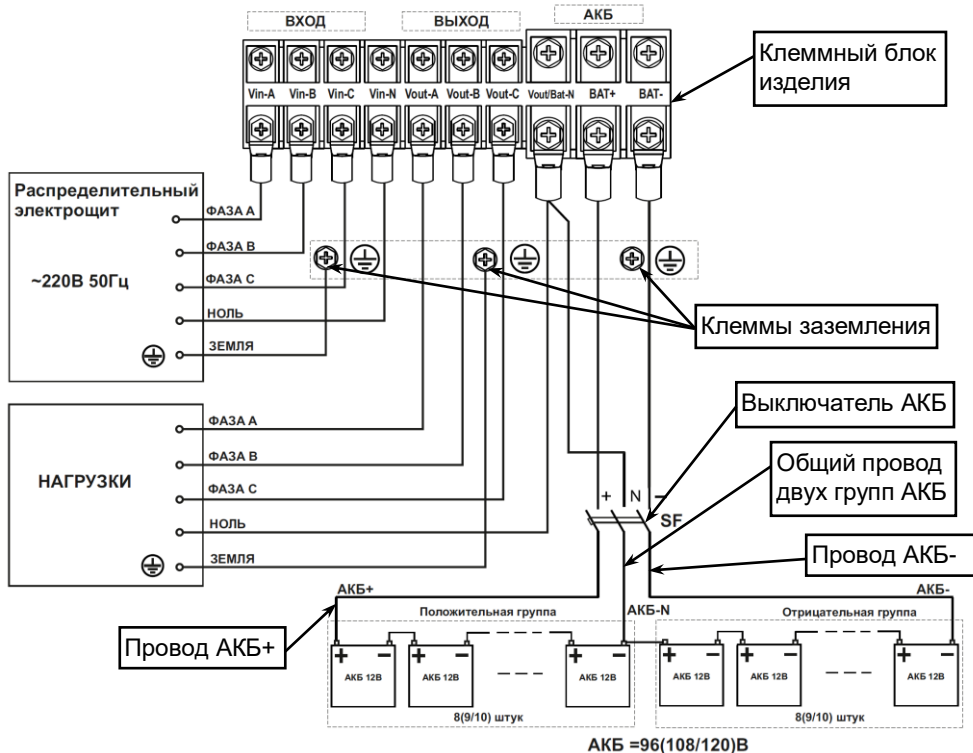

Рисунок 23 — Схема подключения изделия и монтажа аккумуляторной батареи.
Между АКБ и изделием должен быть подключен автоматический выключатель постоянного тока (SF, на номинальный ток 160А, см. рисунок 23).
Автоматический выключатель SF следует перевести в выключенное положение и затем выполнить, **с соблюдением полярности**, последовательное соединение батарей 12В, в соответствии с двуполярной схемой (см. рисунок 23) при помощи перемычек АКБ (НЕ входят в комплект поставки). При монтаже, на перемычки АКБ следует надеть пыльники. После монтажа рекомендуется проверить качество изоляции клемм АКБ.
- подключить провода заземления кабелей подключения питающей сети и нагрузки к клеммам заземления (см. рисунок 23);
- Включите защитный автоматический выключатель АКБ (SF) (см. рисунок 23), подождите около 30 секунд;
- Выключите защитный автоматический выключатель АКБ (SF) (см. рисунок 23);